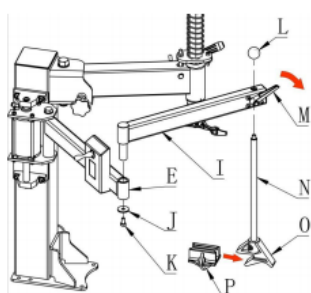

Abb.6
- Befestigen Sie den Arm I am Arm E wie in Abb.6 dargestellt und ziehen Sie ihn mit der Schraube K und der Unterlegscheibe J fest.
- Wie in Abb.6 dargestellt, lösen Sie den Schalterstab M im Uhrzeigersinn, führen Sie den Stab N in das Loch am Arm ein, verriegeln Sie N mit dem Schalter M gegen den Uhrzeigersinn, installieren Sie L in N und setzen Sie den Zentrierkegel P in O ein. Die Arminstallation ist abgeschlossen.